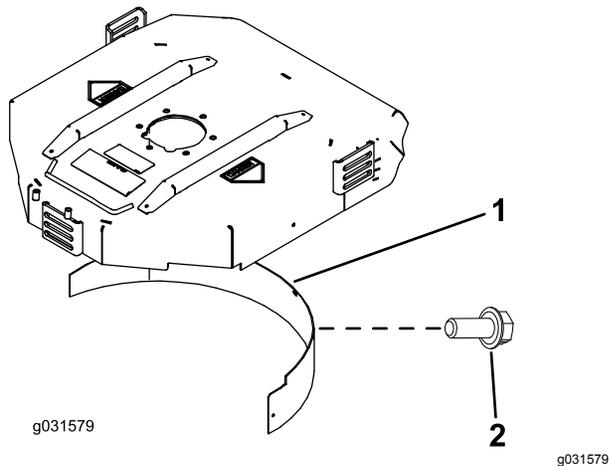

Figura 19
2. Instale o abafador de cobertura (mulch) na abertura traseira e fixe-o com 5 parafusos com cabeça flangeada (Figura 19).